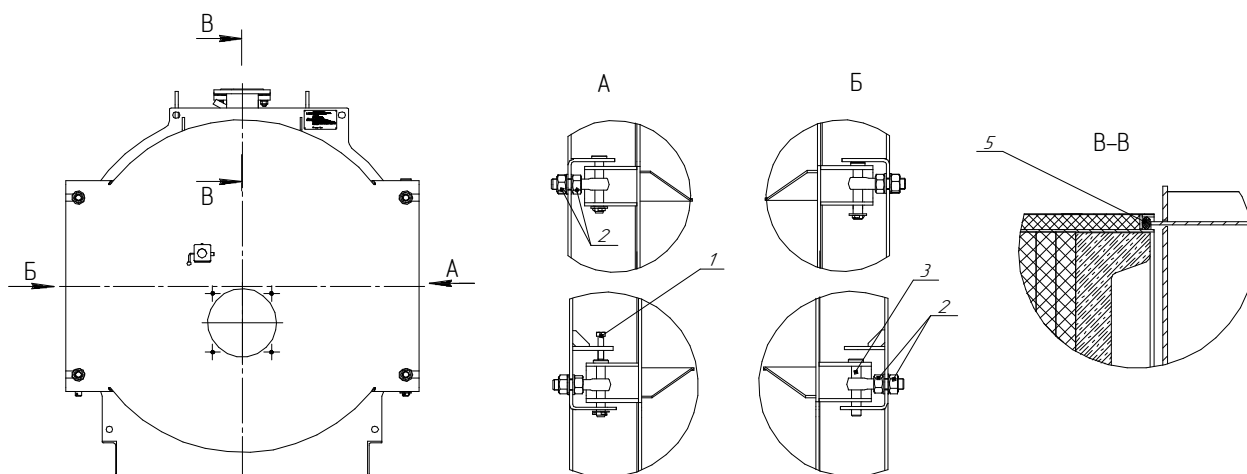

Рисунок 8. Передняя крышка.
Перед закрытием передней крышки проконтролировать место и состояние уплотнения (шнура) (5) и крепежа (1,2) (см. рис. 8). По мере необходимости, до закрытия крышки проверить уплотнение на целостность, болты смазать графито-масляной эмульсией. Крышку осторожно закрывают, поочередно закручивая крепежные болты с таким расчетом, чтобы распределение нагрузки на уплотнение крышки было равномерным.
2. Вывести из зацепления шарниры на открываемой стороне (рис. 8 вид Б) приподняв нижнюю поворотную ось (3).
Регулировочный винт (Рис.8) поз.1 предназначен для временной регулировки высоты, основная высота задается шайбами поз.3. Перед открыванием крышки демонтировать горелку.
Глушение проводится (см. рисунок 8) в следующей последовательности: